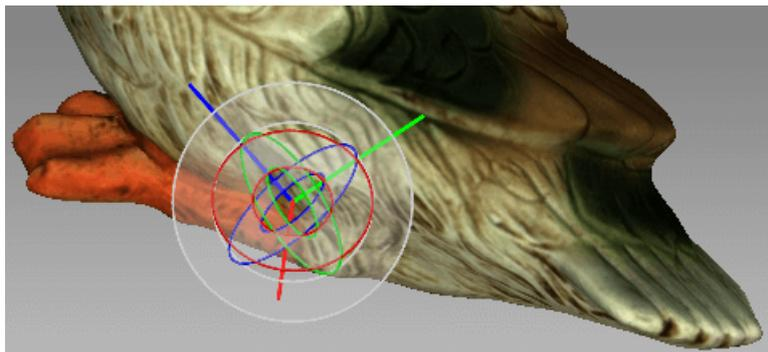

Рис. 9.44: Элемент управления в режиме вращения
- Потяните один из круглых элементов управления (см. Рис. 9.44), чтобы повернуть объект. Нажатие клавиши, соответствующей необходимой оси (*X*, *Y* или *Z*), позволит скрыть элементы управления остальных осей.